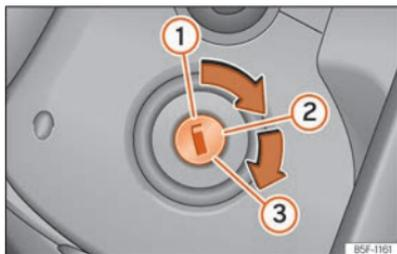

Fig. 83 Cerradura de encendido
- Gire la llave a la posición >>> fig. 83 ②.
- Siga girando la llave a la posición >>> fig. 83 ③ sin pisar el acelerador.
- Una vez se ponga el motor en marcha, suelte la llave. Al soltarla, la llave vuelve a la posición ②.
- Vehículos con cerradura de encendido: Gire la llave hasta la posición »» fig. 83 ①.
- Vehículos con pulsador de arranque: Presione brevemente el pulsador de arranque »» fig. 83.